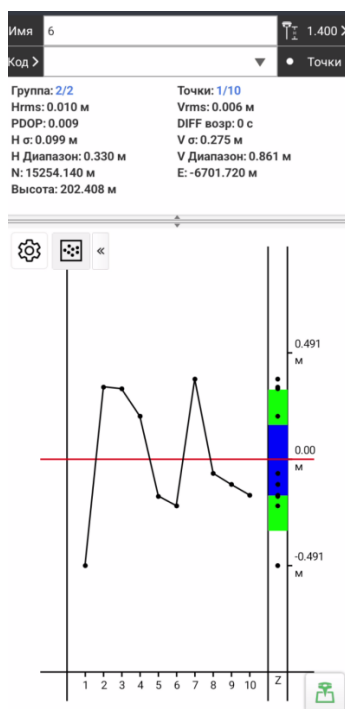

Рисунок 4.2.15
2. В верхнем поле отображаются степень выполнения съемки, точность получаемых данных и координаты (Рисунок 4.2.15).